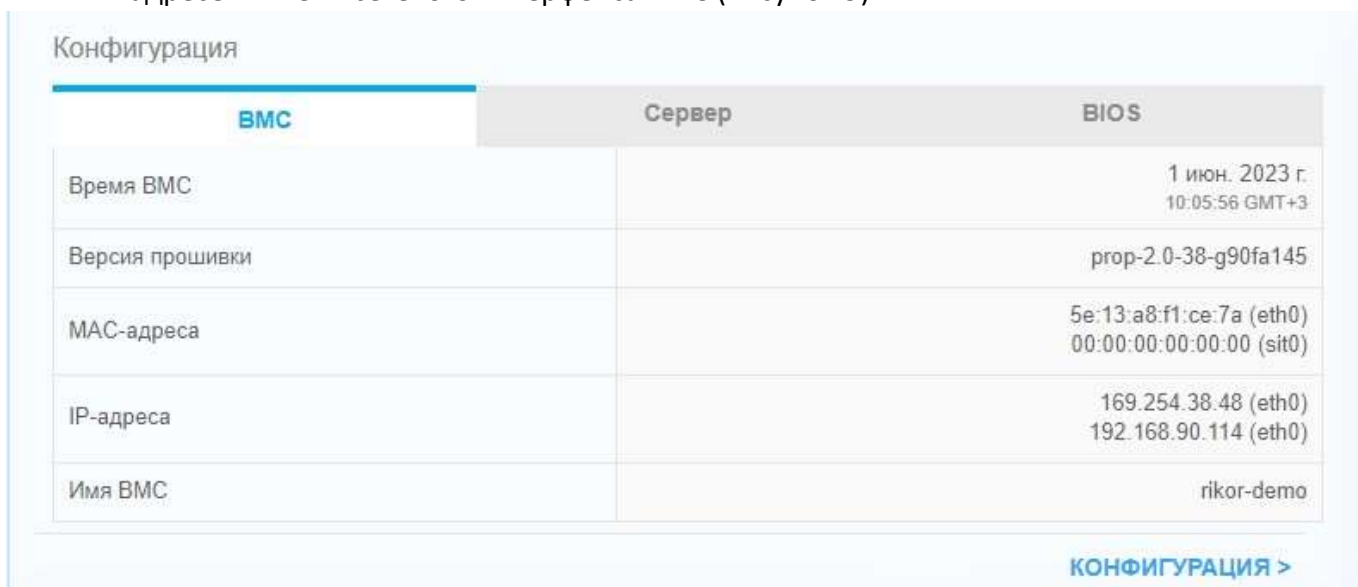

Рисунок 9 – Страница «Обзор»/Блок «Конфигурация»/Вкладка «BMC»
Блок содержит общую структурированную информацию о конфигурации сервера и состоит из трёх таблиц, доступ к которым осуществляется выбором соответствующей вкладки: «BMC» (Рисунок 9), «Сервер» (Рисунок 10) или «BIOS» (Рисунок 11).
- Отображает таблицу с информацией о времени BMC, версии прошивки, MAC-адресе, IP-адресе и имени сетевого интерфейса BMC (Рисунок 9)